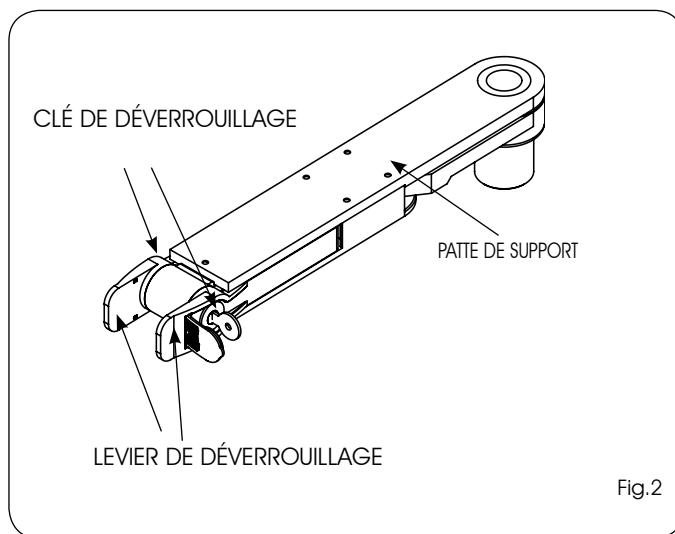

Fig.2
- 1) Ramener le levier de déverrouillage dans sa position de repos (Fig.2).